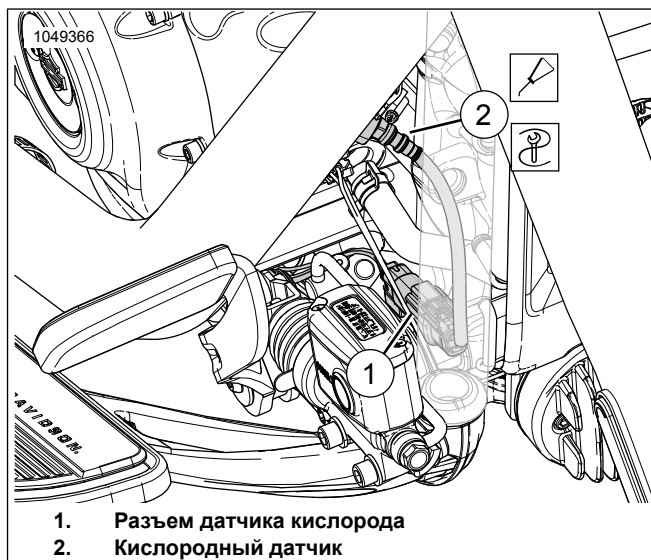

Рисунок 21. Передний кислородный датчик
См. Рисунок 21. Отсоедините разъем (1) переднего датчика кислорода от главного жгута проводов.